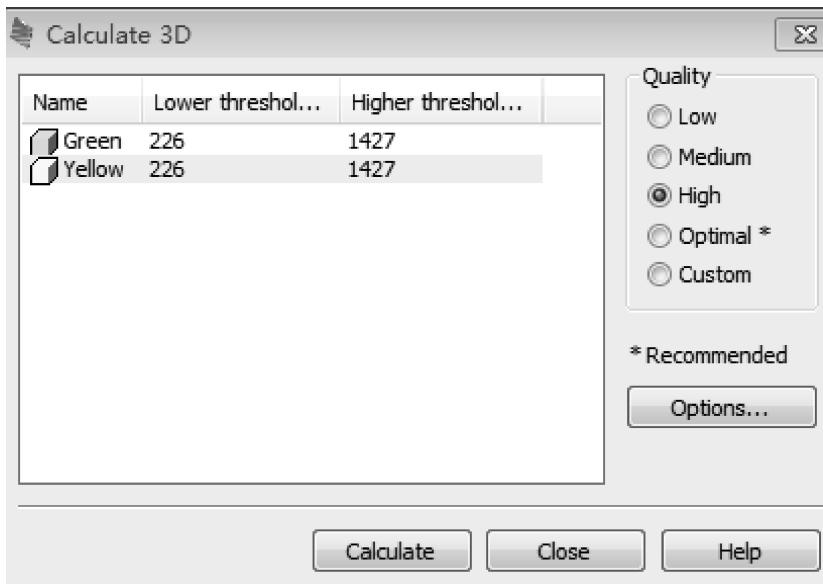

图 8-21 “Calculate 3D” 对话框
1) 选择“Menu bar”→“Segmentation”→“Calculate 3D”命令，弹出“Calculate 3D (三维重建)”对话框，如图 8-21 所示。